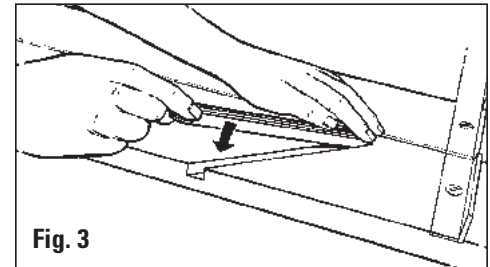

Fig. 3
1. Insérez chaque profilé en aluminium de guidage dans les fentes du support avec les bords arrondis du côté du rail de guidage. Insérez les quatre petites vis à profilé du rail de guidage à partir du dessous du support et serrez. **Fig. 3**
1. Drücken Sie jeden Aluminium-Passepartout-Führungskanal in die Plattenschlitze, wobei das abgerundete Ende zur Führungsschiene hin zeigt. Stecken Sie die vier kleinen Führungsschiene-Kanalschrauben von der UNTERSEITE der Platte ein und ziehen Sie sie fest. **Abb. 3**
1. Presione cada canal de aluminio de la guía de lámina perimétrica dentro de los ranuras del tablero con el extremo redondeado hacia el Carril Guía. Inserte los cuatro tornillos pequeños del canal del carril guía desde la SUPERFICIE INFERIOR del tablero y apriete. **Fig. 3**
1. Introdurre ciascun canale di guida del passepartout in alluminio nelle scanalature del pannello con l'estremità arrotondata rivolta alla rotaia di guida. Inserire le quattro piccole viti del canale della rotaia di guida dalla PARTE INFERIORE del pannello e serrare. **Fig. 3**